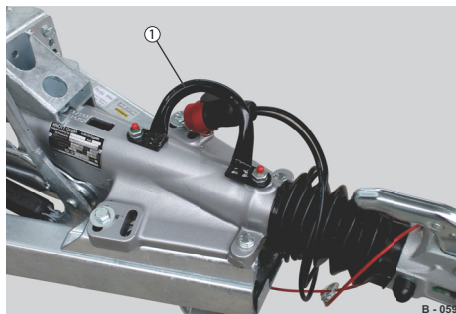

Abb. 73 Anhänger manuell rangieren
- ▶ Zum manuellen Rangieren den Rangiergriff (Abb. 73/1) an der Auflaufeinrichtung verwenden.